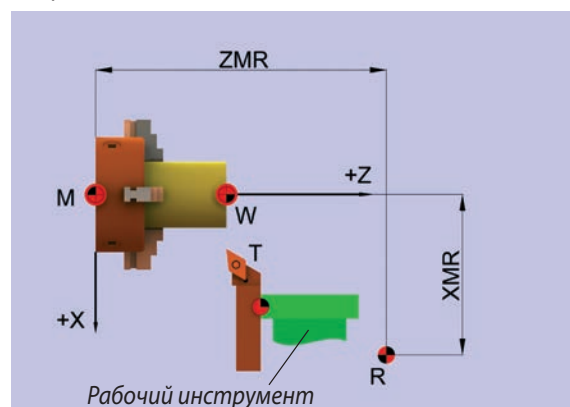

Рисунок 5
Базисная точка (R) (рис. 5)
Базисная точка инструментальной оправки (T) (рис. 5)